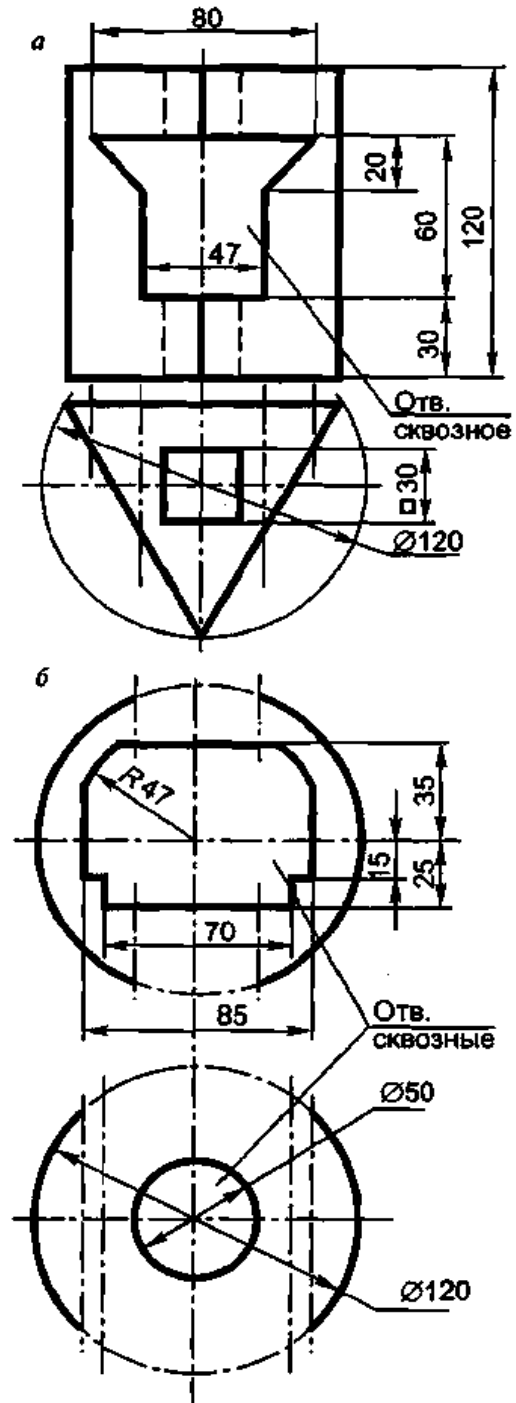

Рис. 2.20
10. Выполнить чертежи трехгранной призмы (а) и сферы (б) с окнами в трех проекциях с тремя разрезами каждой (рис. 2.20).